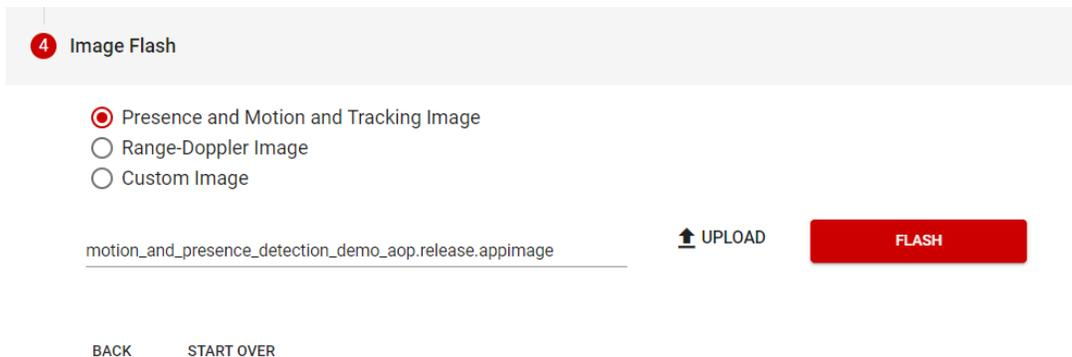

图 3-2. 开箱即用演示二进制应用程序
6. 在 *Image Flash* 菜单中选择要刷写到 EVM 的映像，或直接从毫米波 SDK (C:\ti\MMWAVE_L_SDK\examples\mmw_demo\motion_and_presence_detection\prebuilt_binaries\iwrL64xx) 中上传映像。将应用映像加载到串行闪存中。与 图 3-2 中显示的类似。请参阅毫米波 SDK，了解用于运行开箱即用演示的闪存二进制文件。